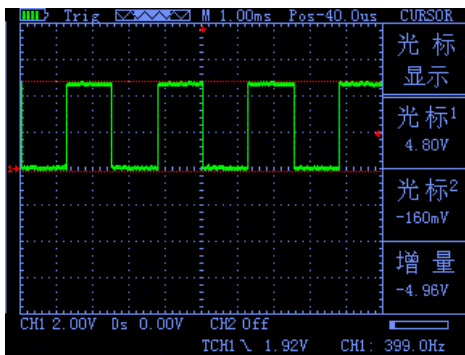

图 4-2
- ④ 通过“▲”、“▼”按键来调整光标2的位置，“◀”、“▶”按键来调整光标1的位置；且他们的位置变化及增量会在“光标显示”窗口实时更新显示。如图4-2、图4-3